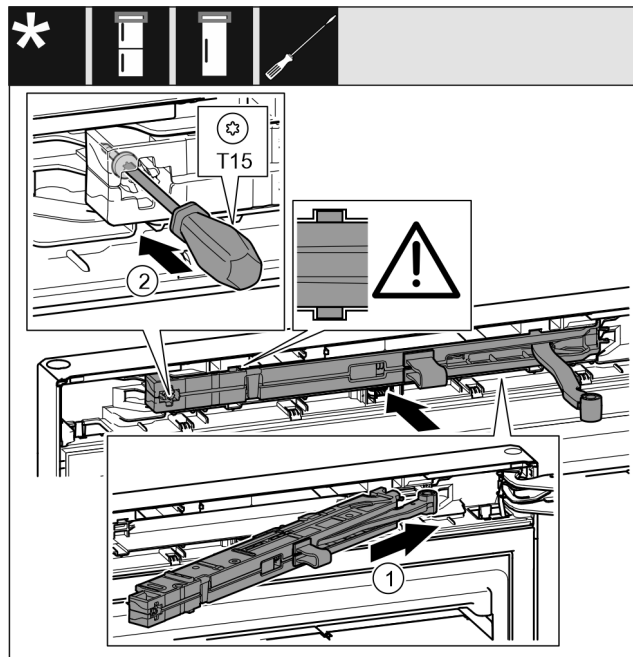

Fig. 33
- ▶ Gurnite jedinicu prigušivača zatvaranja Fig. 33 (1) na strani podloška ležaja do graničnika koso u izrez.
- ▶ Odvijačem pritegnite vijak Fig. 33 (2).